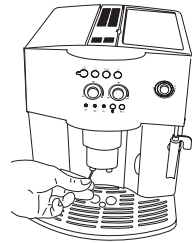

Figura 21
- Para limpiarlos, rasque con cuidado los restos secos de café del dispensador utilizando una aguja (Figura 21).